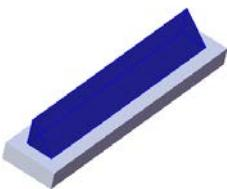
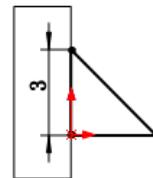

图 9.5 凸台一拉伸 1
图 9.6 横断面草图
(4) 单击 按钮，完成凸台一拉伸 1 的创建。
Step3. 创建图 9.5 所示的零件基础特征——凸台一拉伸 2。
(1) 选择命令。选择下拉菜单 →  →  **拉伸 (E)...** 命令。
(2) 定义特征的横断面草图。
① 定义草图基准面。选取右视基准面作为草图基准面。
② 定义横断面草图。在草图环境中绘制图 9.6 所示的横断面草图。